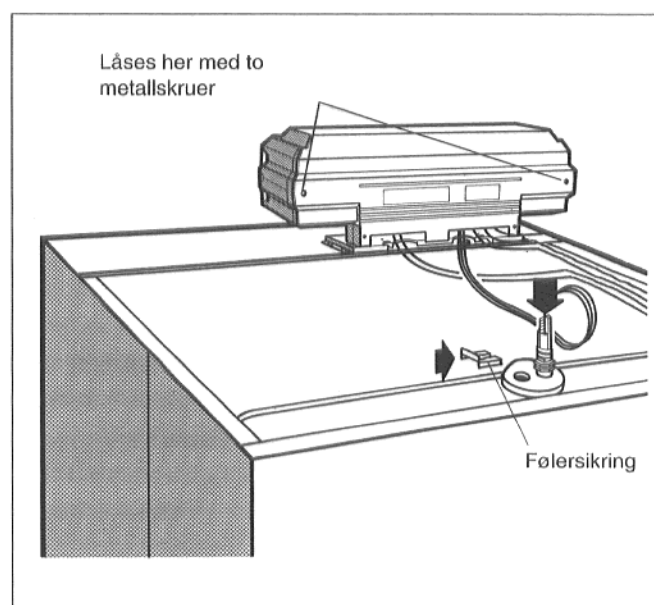

Fig. 55
- Klemmedekselet skrues fast til kontrollpanelsokkelen med to metallskruer (fig. 55).